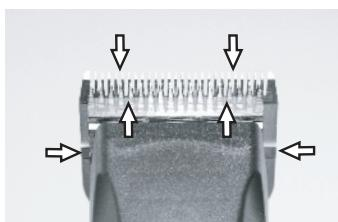

Fig. 24
For å oppnå gode klippemaskinresultater og for å øke levetiden til klippe-maskinen og klippehodet, må du påføre et tynt lag med olje mellom det øvre og nedre bladet (fig. 24).
- ▶ Smør bladene tilstrekkelig under klippingen (minst hvert 15. minutt), slik at de ikke går tørre (fig. 24).
Bladene må oljes før, under og etter hver gang de brukes. Hvis knivene på klipperen etterlaster striper, er dette en sikker indikator på at du behøver olje. Påfør noen dråper olje foran på sidene av klippebladene (se pilene i fig. 24). Tørk av overflødig olje med en tørr klut. Smøresprayer har ikke nok olje til å oprettholde god smøring, men hjelper til med å kjøle ned bladene. Skadede eller sløve blader må straks skiftes ut for å unngå skader.